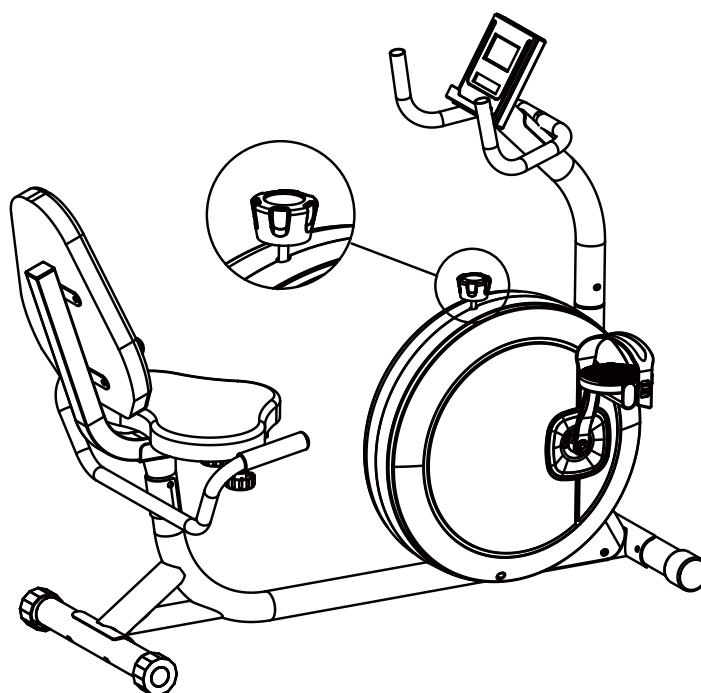

Figura 11
11. La resistencia se puede ajustar mediante la perilla de freno n° 8. Como se muestra en la Figura 11.